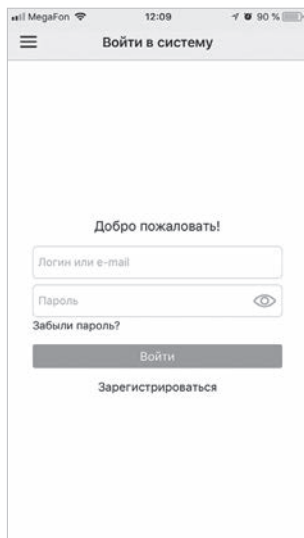

Рис. 36.
2. Введите свой логин и пароль и нажмите кнопку «Зарегистрироваться» (рис. 36). Логин – адрес электронной почты, на который придет код подтверждения. Пароль должен быть не менее 8 символов.